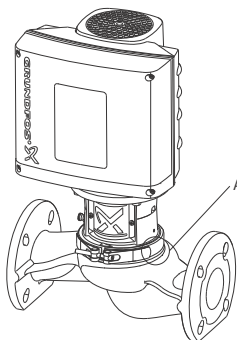

Fig. 8 Spændebånd (A)
- Vær særlig opmærksom på at pumpehovedet ikke falder ned når du løsner spændebåndet. Se fig. 8.
- Vær særlig opmærksom på dampudslip når du løsner spændebåndet. Se fig. 8.
1. Løs spændebåndet som holder pumpehovedet fast på pumpehuset. Se fig. 8.